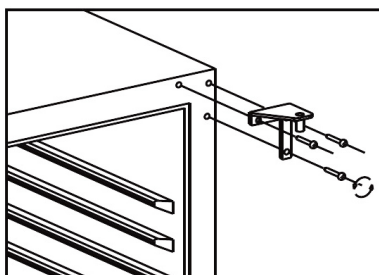

fig. 8.3
- Démontez la charnière supérieure droite et conservez-la. Voir fig. 8.3.